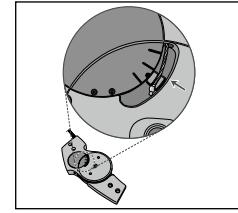

Fig. 10
16. Schuif de schakelaar van de satelliet in de automaat (Modus 1) stand (**zie fig. 1**) en controleer in het scharnier of de bovenzijde van de hevel zich nu verplaatst heeft en parallel staat aan de middelste streep (**zie fig. 10**).